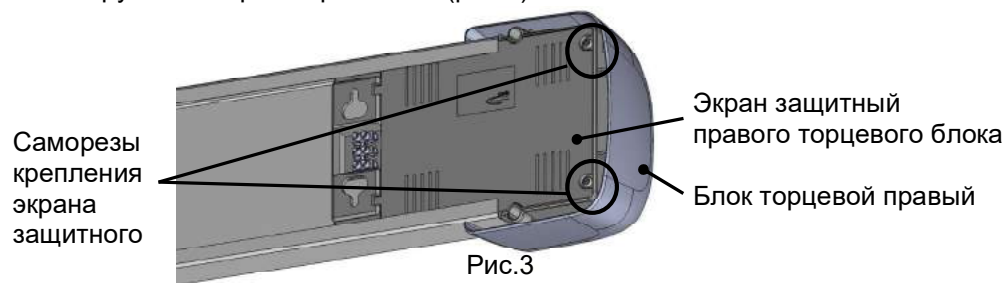

Рис.3
- Снять экран защитный правого торцевого блока, предварительно открутив саморезы крепления (рис.3).